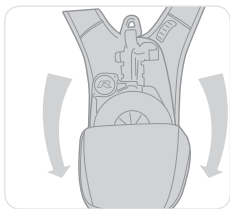

Figur 4
- Försäkra dig om att nedstigningslinan inte är utdragen ur enheten då detta antyder att en nedstigning har skett (se figur 4). Använd inte enheten om nedstigningslinan är utdragen.